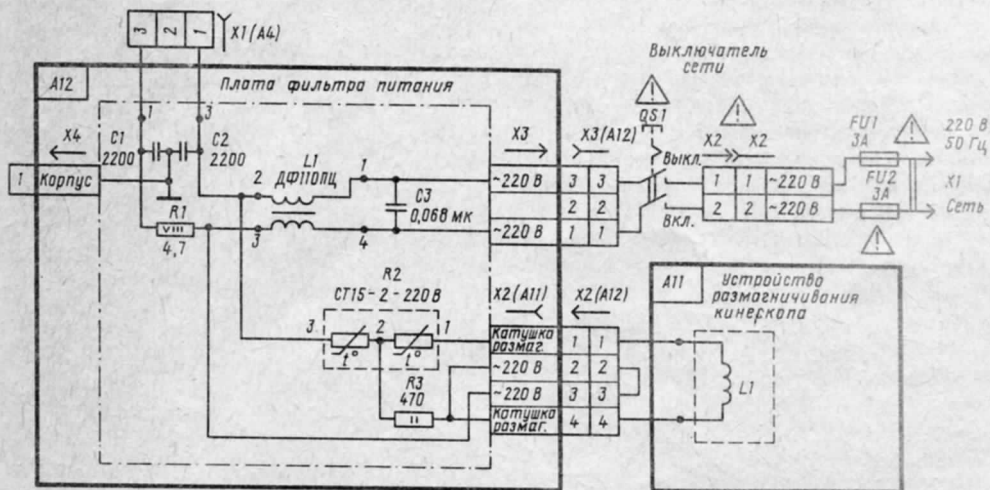

Рис. 5.2. Принципиальная схема платы фильтра питания и устройства размагничивания кинескопа
**Выпрямитель напряжения сети.** Напряжение сети 220 В частотой 50 Гц поступает через сетевую вилку, сетевой предохранитель FU1 на розетку разъема X2, закрепленную на задней стенке телевизора, и обеспечивает отключение сетевого напряжения от телевизора при снятии задней стенки. Сответной части разъема X2 напряжение сети поступает на выключатель сети QS1, а через его контакты — на контакты 1, 3 разъема X3 (A12), который сочленяется с разъемом X3, установленным на плате фильтра питания (ПФП) A12 (рис. 5.2).